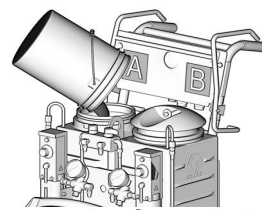

Fig. 7 Remplissage du réservoir A avec des isocyanates
3. Retirer le couvercle du réservoir A et verser les isocyanates dans le réservoir A (côté rouge, en laissant le filtre dessiccateur dans le couvercle). Voir Fig. 7.